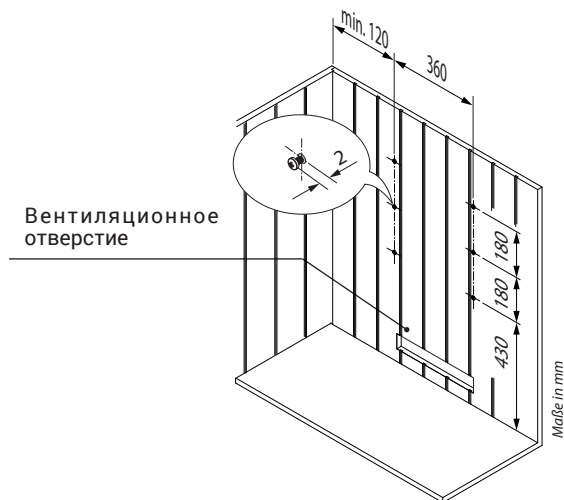

Рис. 3
- Вкрутите входящие в комплект поставки саморезы в стенку кабины по центру над вентиляционным отверстием согласно рис. 3. Для навешивания нагревательного прибора сауны между головкой самореза и поверхностью стенки кабины должно оставаться примерно 2 мм.